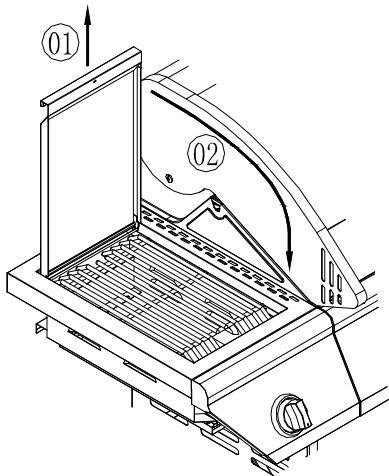
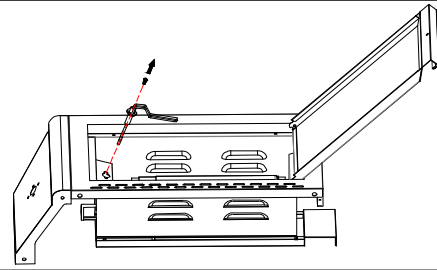
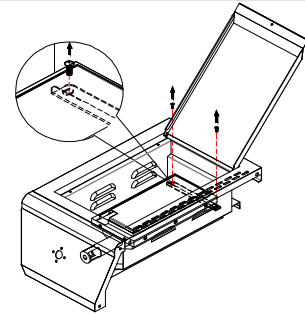

Fig.22
Fig.23
Fig.24
- (a) Quite el encendedor del mechero lateral. Observe la Fig.22. Quite los dos tornillos en la parte trasera del embudo del mechero lateral observe la Fig.23, y luego saque el mechero lateral. Observe la Fig.24.